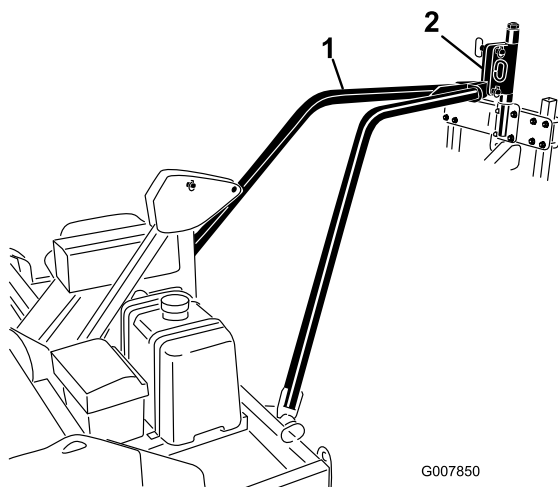

Figure 15
3. Enlevez la sangle d'arrimage ou la corde et abaissez la plaque d'attache dans le pivot d'attelage de l'aérateur (Figure 15).